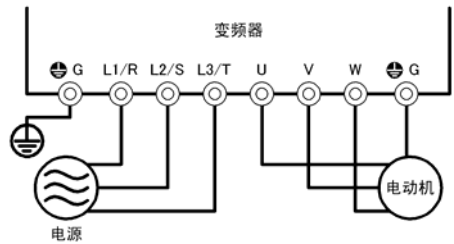

图 4.2 主电路端子的连接图
(1) 主电源输入端子（L1/R, L2/S, L3/T）、变频器输出端子（U, V, W）及变频器接地端子（G）是否正确连接。（参照图 4.2）